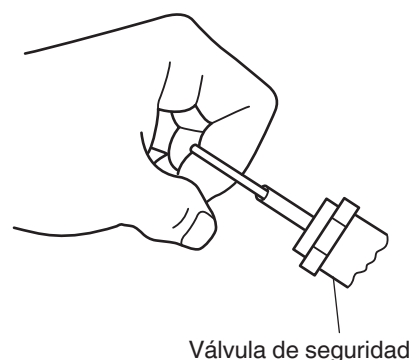

Fig. 3
- Antes de iniciar el compresor, tire de la anilla de la válvula de seguridad para asegurarse de que esta opera con suavidad. (Fig. 3) No utilice el compresor si la válvula de seguridad está bloqueada o no opera con suavidad. Solicite a un centro de servicio autorizado de metabo HPT que reemplace la válvula de seguridad defectuosa.